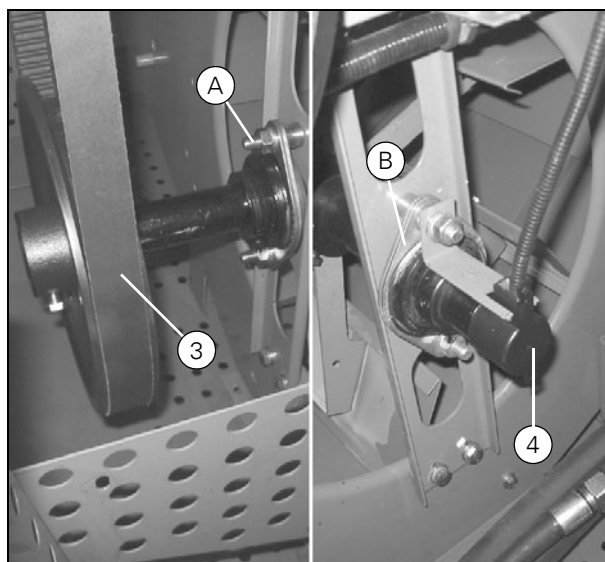

Рисунок 2
8. Снимите внешний подшипниковый фланец на обеих сторонах (А) + (В) (Рис. 2).
- Отрегулируйте зазор (С) между лопастями вентилятора и задним краем корпуса веялки до значения $8 + 2/-0$ мм. Разность значений на левой и правой стороне не должна превышать 2 мм. Регулировка производится перемещением фланцевых подшипников (А) + (В) (Рис. 2) (нижние отверстия крепления подшипников выполнены в виде пазов). Убедитесь, что расстояние (D) составляет мин. 8 мм.